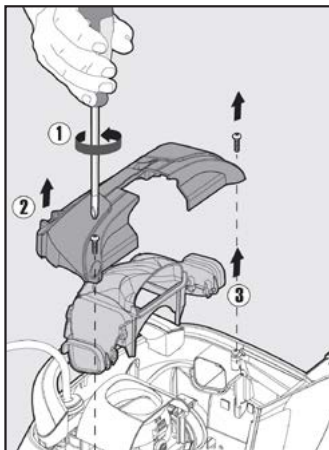

Figura 31
1. Usando un destornillador Phillips N.º 2, quite los dos tornillos que sostienen la cubierta intermedia y el ensamblaje del tubo colector. Estos tornillos se pueden encontrar en las esquinas internas de la cubierta intermedia. Ver **Figura 31**.
3. Jale suavemente la cubierta intermedia (Artículo N.º 2 en la **Figura 31**) para quitarla del limpiafondo y póngala a un lado.
4. Jale suavemente el ensamblaje del tubo colector (Artículo N.º 3 en la **Figura 31**) para quitarlo del limpiafondo y póngalo a un lado.